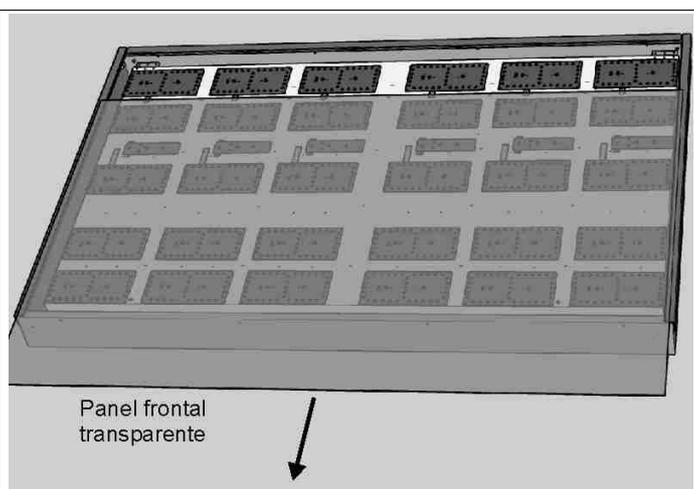

Fig. 13: Extracción del panel frontal
3. Saque el panel frontal transparente (Fig. 13).